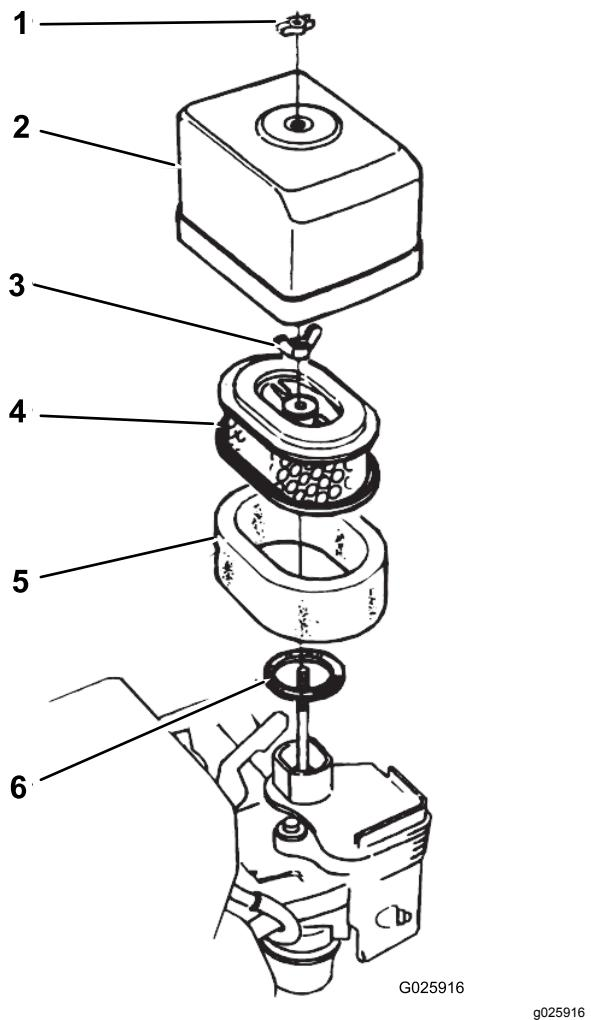

図 31
2. エアクリーナカバーをエアクリーナ本体に固定している蝶ナットを取り、カバーを外す図 31。
4. エアフィルタの蝶ナットを取り、フィルタを外す図 31。
5. ペーパーフィルタからスポンジフィルタを外す図 31。